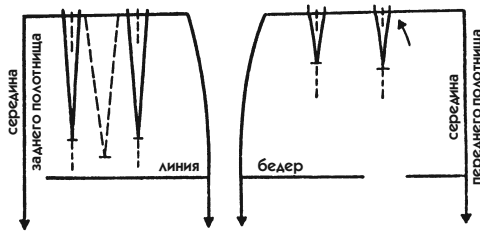
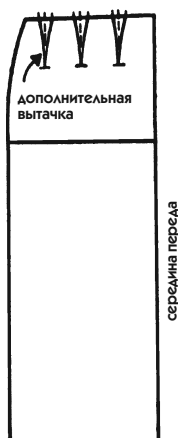

Рис. 73
Рис. 75
ния, что вы уничтожили базовые вытачки (на рис. 73 основные вытачки не фигурируют на переднем полотнище, чтобы не отягощать рисунок ввиду его небольшого размера).
- Длину каждой вытачки сделайте на 2—3 см короче, чем была длина основной вытачки, и от этой точки проведите наклонные линии до талии, как показано на рис. 73.
2. От первой линии основной вытачки (см. стрелку на рис. 73) обозначьте глубину новой маленькой вытачки.
1. Переведите на чистый лист бумаги переднее полотнище юбки, которое вы начертили в соответствии с рис. 73, но пока не отмечайте на чертеже вытачки.
2. Первую вытачку проложите по первой линии основной вытачки, проведите 3 небольшие линии, параллельные срединной линии переда, распределяя их через равные промежутки, как показано на рис. 75 (эти небольшие линии обозначают середины вытачек).
3. На первых двух линиях постройте 2 вытачки, как на рис. 73. Затем прибавьте третью глубиной 1,5 см (одна вытачка для левой стороны, одна — для правой;  $1,5 \text{ см} \times 2 = 3 \text{ см}$  для всего обхвата талии).
На рис. 75 мы соблюдали ширину талии базового лекала, чтобы можно было соединить скотчем лекала лифа и юбки, и старались, чтобы первая маленькая вытачка юбки совпала с вытачкой лифа от линии талии. Не забывайте об этих мелочах, придающих одежде элегантность.
1. Скопируйте лекала заднего полотнища (рис. 73) и переднего полотнища юбки (рис. 75).
1. Переведите на один большой лист бумаги переднее и заднее полотнища юбки во всю длину (рис. 73), не обозначая вытачки, показанные пунктиром. Нанесите все необходимые обозначения.
2. Цветным карандашом на том же лекале начертите 3 маленькие вытачки на переднем полотнище (рис. 75).